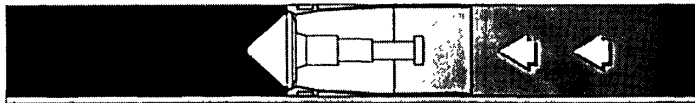

Рисунок 4 Клапан без перепускного байпасного отверстия (выравнивание давления при помощи противодавления).
- клапаны без перепускного байпасного отверстия (рис. 4).